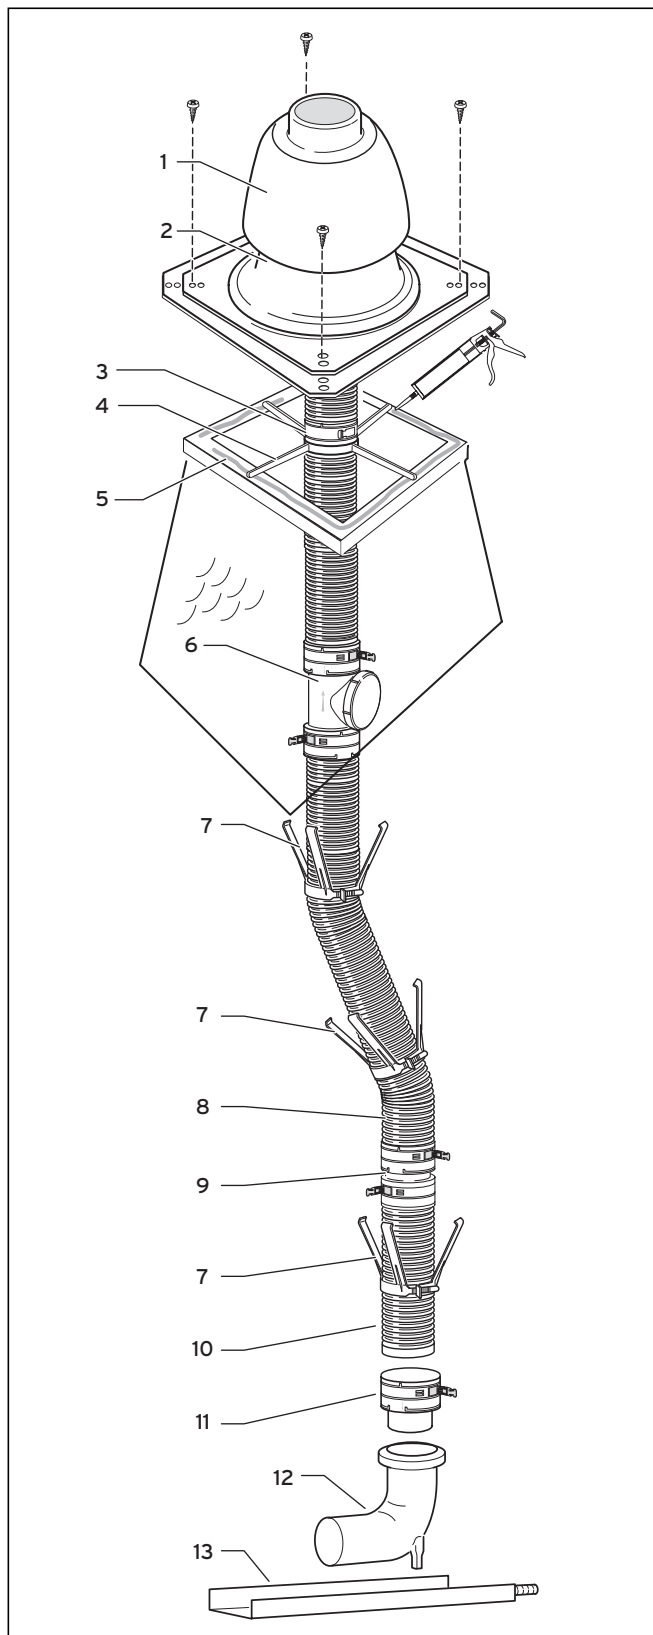

Fig. 5.33 Construcția sistemului cu conductă flexibilă pentru gaze arse
- Împingeți până la opritor capătul de jos al conductei pentru gaze arse (10) în elementul de introducere (11) și fixați-l cu închizătorul cu clichet.
- Montați distanțierele (7, vezi Fig. 5.33) pe conducta pentru gaze arse la distanță de max. 2 m.
- Treceți crucea de montaj (4) peste conducta pentru gaze arse (8) pe peretele căminului, vezi Fig. 5.33.
- Treceți inelul de racord (3) peste conducta pentru gaze arse (8) și fixați-l cu închizătorul cu clichet peste crucea de montaj (4). Conducta pentru gaze arse este suspendată în crucea de montaj.
- Etanșați marginea gurii cu silicon (5).
- Fixați piciorul piesei de supraînălțare a căminului (2, Fig. 5.33) cu patru șuruburi la marginea gurii.